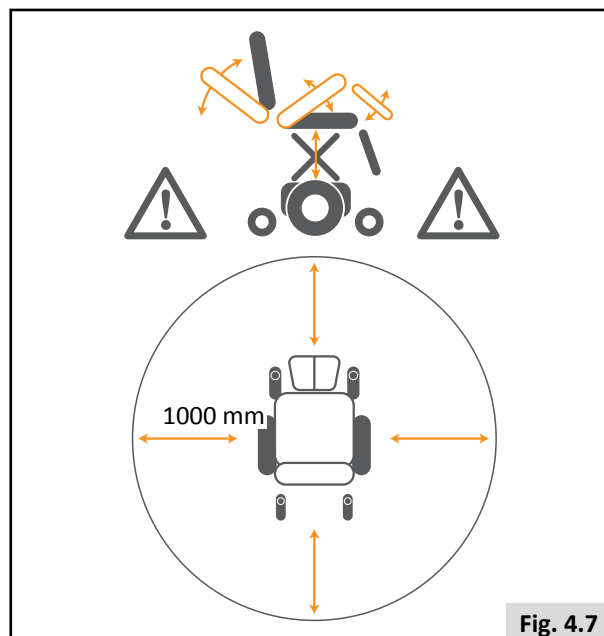

Fig. 4.7
- Al igual que con todas las piezas movibles, procure no atraparse los dedos, (Fig. 4.7).